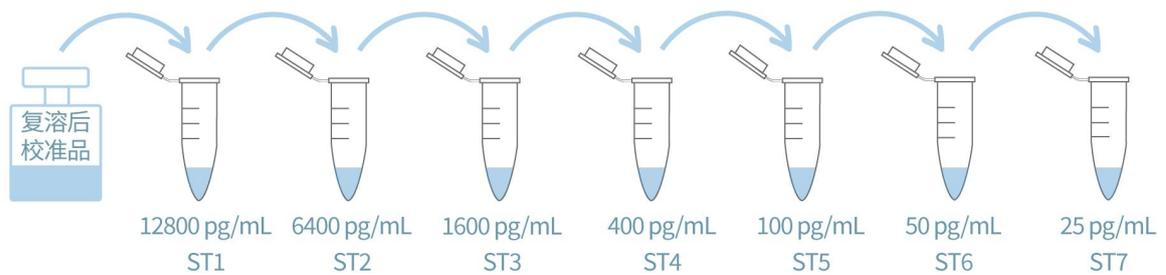

图 3 校准品稀释操作示例
5. 校准曲线配制: 参照图 3 和表 3 对校准品进行梯度稀释。